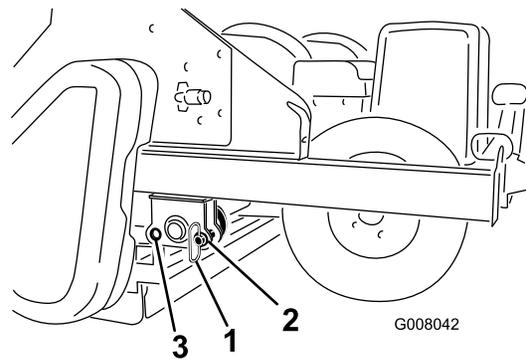

図 16
1. 機体前部分から保管用ピンを外す (図 16)。
2. コア・プロセッサを、ゆっくりと後ローラおよびタイヤの上に降ろす。機体の前穴に格納保管用ピンを取り付ける (図 16)。